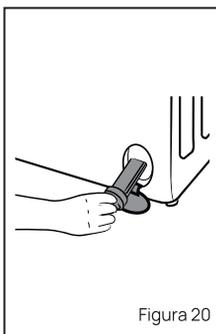

Figura 20
- Extraiga el conjunto tapa rejilla y límpielo. Ver figura 20